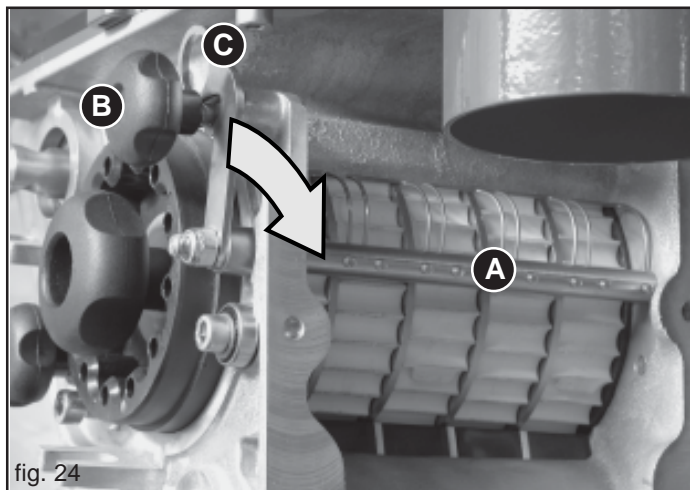

fig. 24
Les éléments élastiques nettoyants (A, Fig. 24) sont employés pendant la distribution de graines oleagineuses avec le roulement de encemencement jaune *mod. F25- 125*.
... Desserrer la pommète (B, Fig. 24), extraire les leviers (C) de son siège et les déplacer dans le sens de des flèches.
- 1) Desserrer et enlever la pommète (B, Fig. 24), et déplacer le levier (C) dans le sens de lancement des flèches.